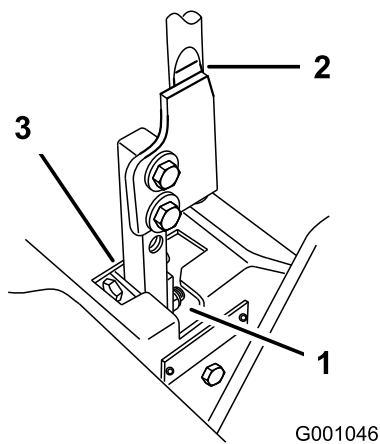

Bild 67
5. Schieben Sie den Hebel in die Neutral-Stellung (nicht arretiert) (Bild 67).
6. Ziehen Sie den Hebel zurück, bis der Lastösenbolzen (am Arm unter dem Gelenkschaft) das Schlitzende berührt (und soeben Druck auf die Feder ausübt) (Bild 67).
7. Prüfen Sie, dass der Fahrtriebshebel relativ zur Kerbe im Armaturenbrett ist (Bild 67). Er sollte zentriert sein, so dass der Hebel nach außen in die gesperrte Neutralstellung gedreht werden kann.